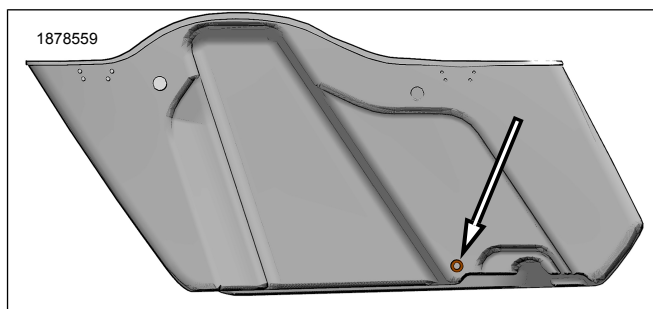

図2。サドルバッグ下穴ドリルの位置
1. リアランニング/ターン/ストップランプの背面にある標準装備 (OE) ハーネスコネクタを外します。
2. 図2ロアサドルバッグハーネスパススルーをドリル加工します。